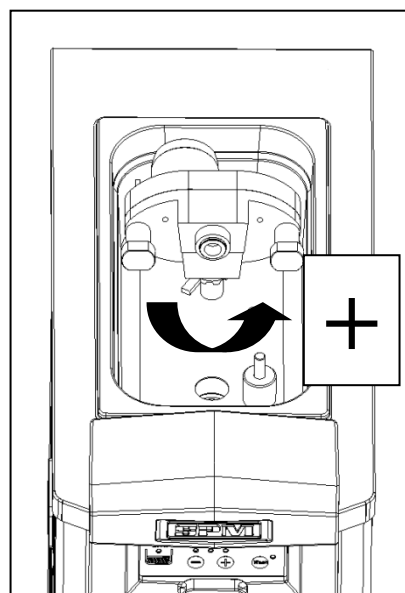

Fig. 33
- Régler le levier de débit air sur la position souhaitée en le tournant dans le sens contraire des aiguilles d'une montre pour augmenter le foisonnement (overrun) du produit et dans le sens des aiguilles d'une montre pour le diminuer (fig. 33).